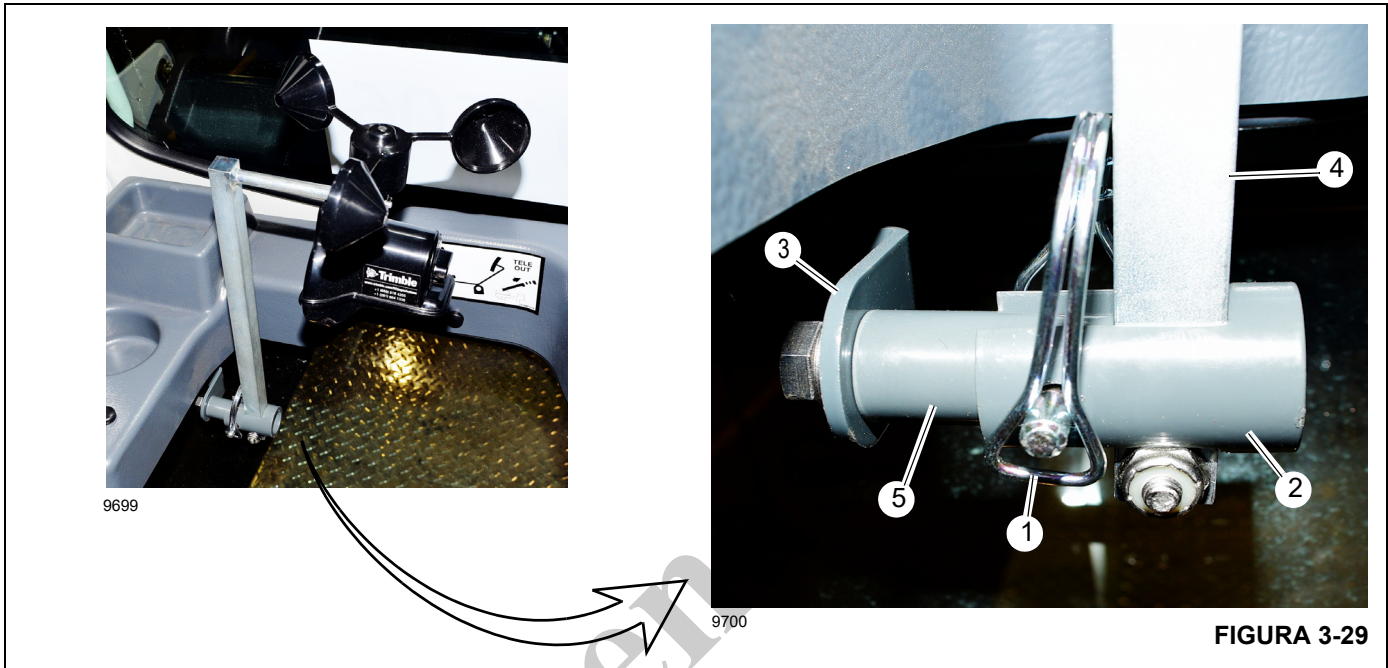

FIGURA 3-29
2. Na cabine, remova o pino de segurança (1, Figura 3-29) e a bucha (2) do suporte de retração do anemômetro (3).
3. Instale o mastro do anemômetro (4) no retentor da haste do suporte de retração (5).
4. Instale a bucha (2) sobre o mastro (4) e o retentor da haste (5). Alinhe os furos da bucha e do retentor para que o pino de segurança possa ser instalado.
5. Instale o grampo de segurança na bucha (2) e nos furos do retentor (5) para fixar o mastro do anemômetro (4). Prenda o pino (1) com um grampo de segurança.